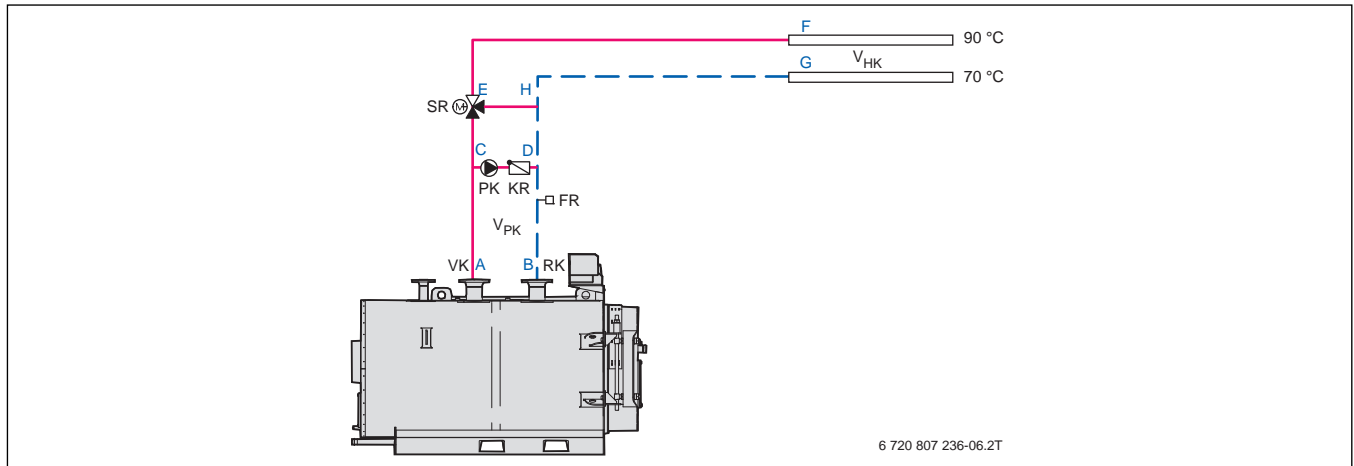

Рис. 27 Пример гидравлической обвязки системы с одним котлом Logano SK655 или SK755, в которой насос котлового контура установлен на байпасной линии
- местные сопротивления в котловом контуре (участок: А–С–D–В, → рис. 27)
- $\dot{V}_{\text{PK}} = 34400$  л/ч (участок: С–D, → рис. 27)
- $\dot{V}_{\text{HK}} = 51600$  л/ч (участки: С–F, D–G и E–H, → рис. 27)
- $\dot{V}_{\text{Kges}} \sim 86000$  л/ч (участки: А–С и В–D, → рис. 27)